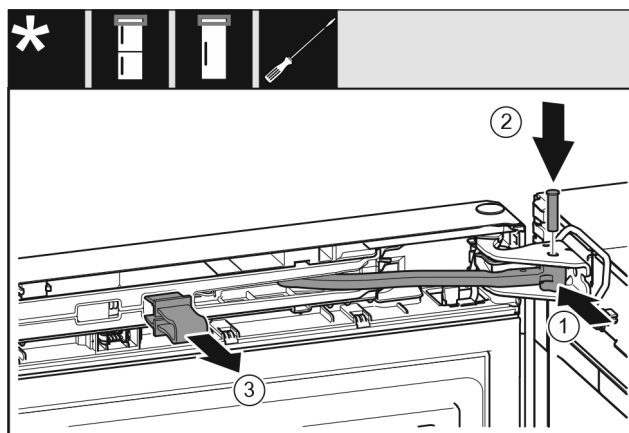

Fig. 66
- ▶ Rotiți articulația Fig. 66 (1) în suportul de lagăr.
- ▶ Introduceți bolțul Fig. 66 (2) în suportul de lagăr și articulație. Urmăriți ca respectiva camă de fixare să fie așezată corect în canelură.
- ▶ Detașați siguranța Fig. 66 (3).